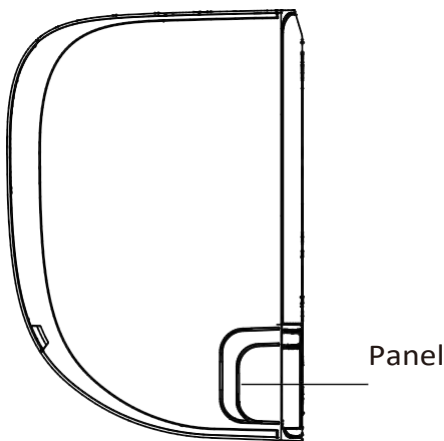

Fig. 3.3
2. Si el agujero de la pared está detrás de la unidad, deje el panel en su sitio. Si el agujero de la pared está al lado de la unidad interior, retire el panel de plástico de ese lado de la unidad. (Vea la **Fig. 3.3**) Esto creará una ranura a través de la cual la tubería puede salir de la unidad. Utilice unos alicates de punta de aguja si el panel de plástico es muy difícil de quitar con la mano.